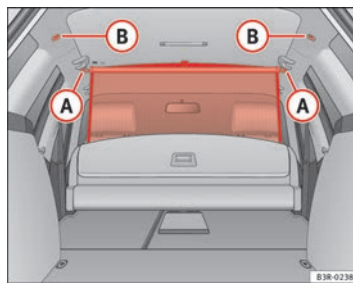

Abb. 121 Aufnahmeösen für das Trennnetz
- Hängen Sie die Querstange in die Aufnahmeösen **(B)** ⇒ Abb. 121 ein.
- Hängen Sie die Querstange in die Aufnahmeösen **(A)** ⇒ Seite 152, Abb. 121 ein.